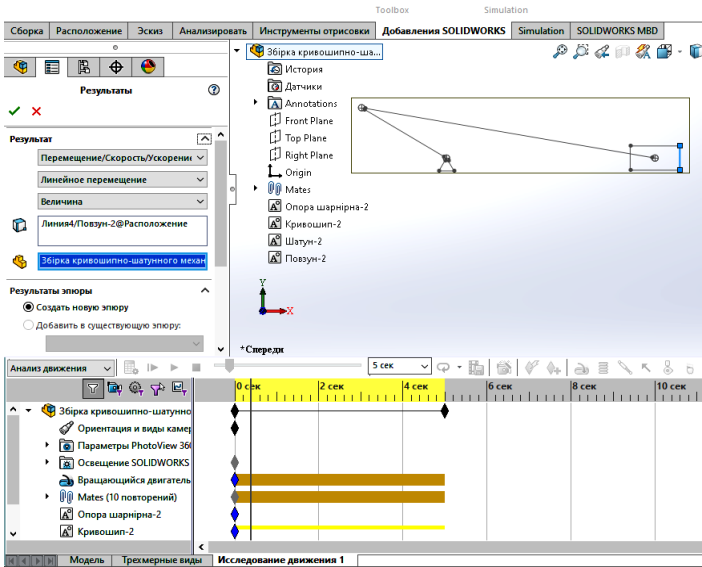

Рис.9. Налаштування параметрів для отримання графіку переміщень повзуна
8. Для отримання графіків переміщення, швидкості та прискорення натискаємо по черзі на кнопку **Результати і епюри** та налаштуємо відповідні параметри руху. Для отримання графіку переміщень повзуна у полях **Вибору категорій** вибираємо у першому - **Переміщення/швидкість/прискорення**, у другому – **Лінійне переміщення**, у третьому – **Величина**. Для введення елемента в наступному полі вказуємо вертикальну пряму повзуна. У п'ятому полі має з'явитися назва збірки після її виділення. В цьому полі можна вказувати й окремі її елементи. (Рис.9). Після завершення операції з'являється графік лінійних переміщень повзуна (Рис.10).